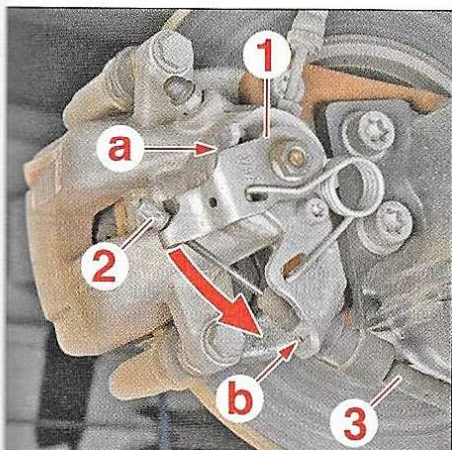

FIG.1
- Insérer un tournevis plat en (a) (Fig.1).
- Appuyer sur le tournevis afin de baisser le levier (1).
- Une fois le levier (1) en butée, à l'aide d'une pince multiprise, dégager l'embout (2) du levier (1).
- Libérer le câble de frein de stationnement (3) de l'oeillet en (b).